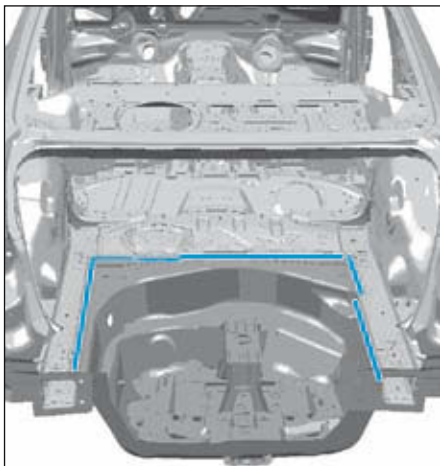

FIG. 147
- Détacher l'assemblage d'origine (Fig.147).